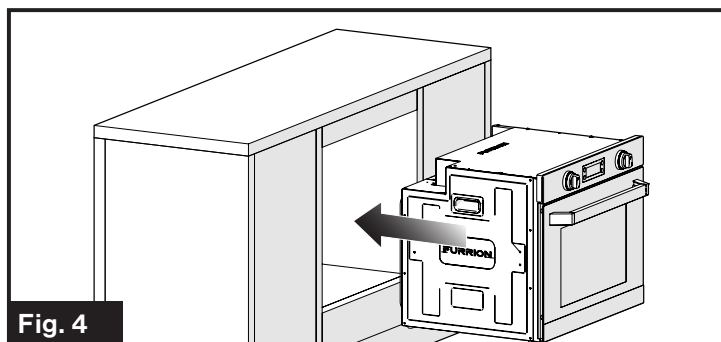

Fig. 4
2. Faites glisser le four dans l'ouverture de l'armoire en saisissant les deux poignées intégrées situées sur chaque côté du four. Ne pas utiliser la poignée de la porte pour soulever le four. (Fig. 4)